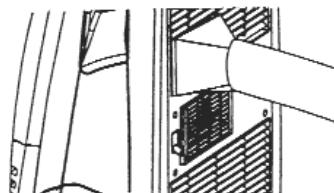

Рис. 4.4
- Подключите квадратный конец воздухоотводящей трубы к порту в соответствии с рис. 4.4).